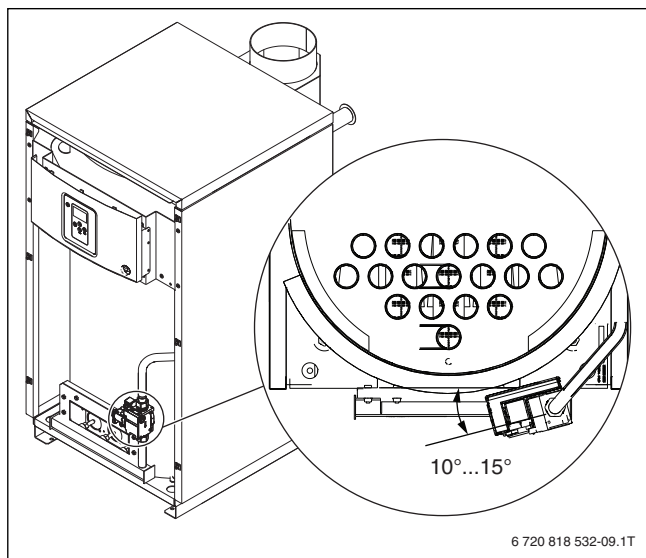

Рис. 40 Расположение газового клапана и блока коммутации для версии 50кВт
**Внимание** (для 50кВт) В процессе монтажа газового клапана оснащенного пластиковым блоком коммутации не допускаются механические повреждения. Расположение клапана с пластиковым блоком коммутации обеспечить в соответствии с рис. 40 угол 10-15° между клапаном и фланцем.